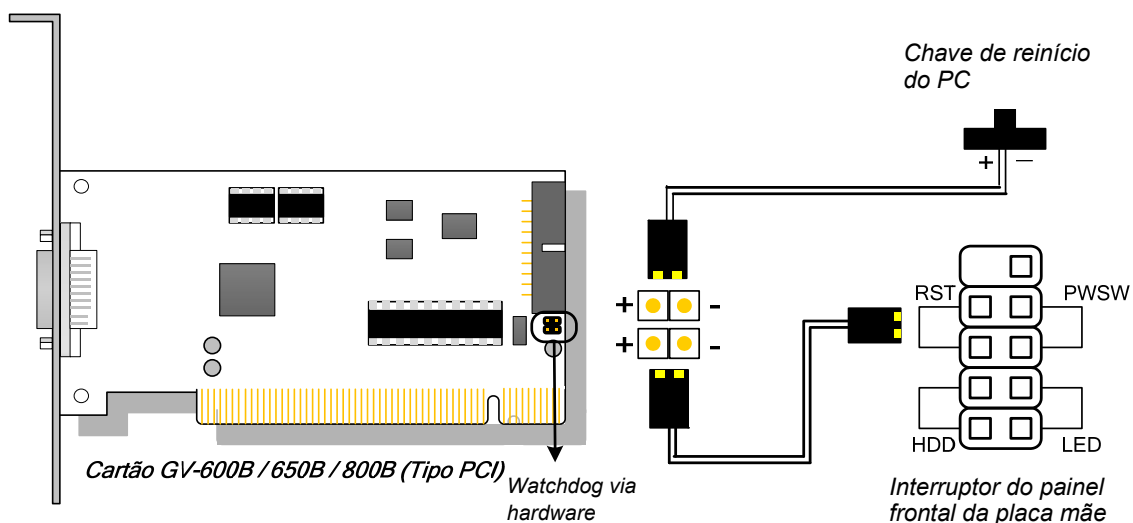

Figura 1-35
- Conecte o fio de ligação direta Watchdog via hardware fornecido (Figura 1-35).
- **Conexão de Watchdog de hardware:** Conecte o fio de ligação direta Watchdog de hardware à Placa Principal apenas (Figura 1-35).